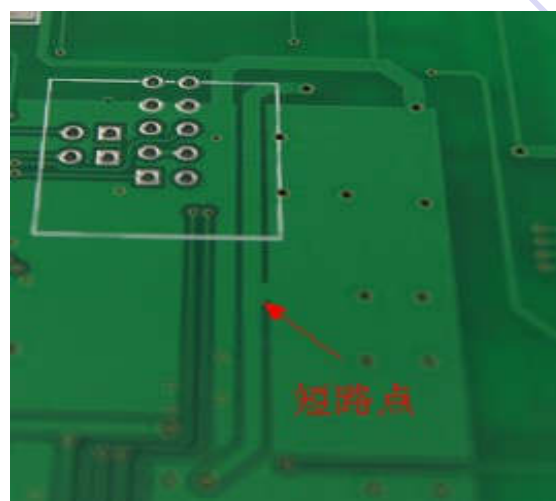

图 72
19) 如图 72 所示，箭头所指的地方是因铺铜引起的短路，文件采用 pads 设计，请问这该短路是如何造成的（A）